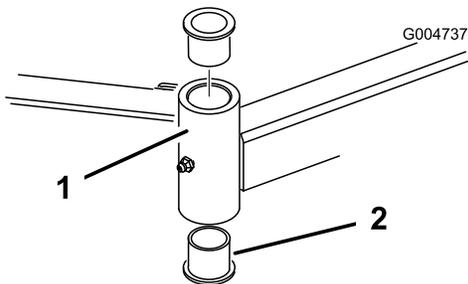

Figura 27
4. Inserte un botador fino en la parte superior o inferior del tubo de montaje y dé golpes hasta que salga el casquillo del tubo (Figura 27).